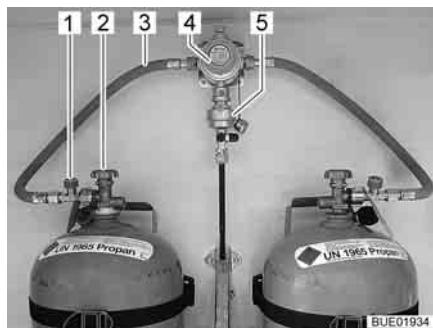
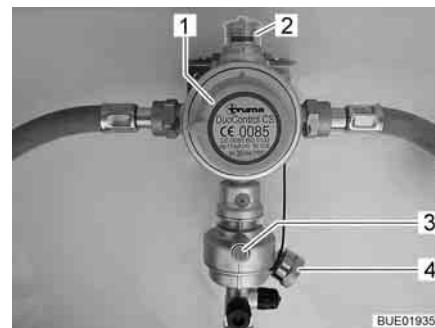

Fig. 105 Bombole del gas con DuoControl
Fig. 106 Impianto di regolazione DuoControl
L'impianto di regolazione DuoControl consiste in una valvola di commutazione (Fig. 105,4) e un sensore crash (Fig. 105,5). L'impianto di regolazione DuoControl è installato tra i tubi flessibili del gas (Fig. 105,3) con un dispositivo antirottura del tubo flessibile (Fig. 105,1). Con la manopola (Fig. 106,1) sulla valvola di commutazione è possibile stabilire quale delle bombole del gas viene utilizzata come bombola in uso e quale come bombola di riserva.
Nella finestra di controllo (Fig. 106,2) viene visualizzato lo stato del rifornimento di gas:
Il funzionamento con una sola bombola del gas è consentito, ma in questi casi il collegamento aperto deve essere assolutamente chiuso con una copertura cieca (Fig. 106,4).
Il sensore crash blocca l'alimentazione del gas in caso di forti vibrazioni (es. incidente). Il sensore crash viene azionato mediante pressione del tasto reset verde (Fig. 106,3).
Il dispositivo antirottura del tubo flessibile (Fig. 105,1) blocca il flusso di gas quando il tubo flessibile collegato si rompe. Il dispositivo antirottura del tubo flessibile deve essere attivato premendo il tasto verde.
Tramite la centralina di controllo (Fig. 107) è possibile attivare e disattivare l'alimentazione del gas tramite l'impianto di regolazione DuoControl. Le valvole principali di arresto (Fig. 105,2) delle bombole del gas e i rubinetti di arresto del gas degli apparecchi devono essere aperti manualmente.
- Con la manopola (Fig. 106,1) sulla valvola di commutazione selezionare la bombola del gas, da cui proviene la principale alimentazione del gas (bombola in uso). Girare la manopola fino all'arresto.
- Aprire le valvole principali di arresto (Fig. 105,2) delle bombole del gas.
- Premere il tasto verde del dispositivo antirottura del tubo flessibile (Fig. 105,1). Nella finestra di controllo (Fig. 106,2) viene visualizzato il simbolo verde.
- Chiudere le valvole principali di arresto (Fig. 105,2) delle bombole del gas.
Se la spia di controllo verde (Fig. 107,6) si spegne durante il funzionamento e la spia di controllo rossa (Fig. 107,5) si accende, significa che la bombola in uso è vuota e deve essere sostituita. Nella finestra di controllo (Fig. 106,2) viene visualizzato il simbolo rosso. La bombola di riserva continua ad alimentare le utenze a gas.
- Ruotare di mezzo giro la manopola (Fig. 106,1) in direzione della bombola del gas utilizzata. In questo modo questa bombola del gas ora è la bombola in uso, mentre la bombola del gas vuota diventa la bombola di riserva. Il simbolo nella finestra di controllo (Fig. 106,2) passa da rosso a verde.
- Chiudere la valvola principale di arresto (Fig. 105,2) della bombola del gas vuota. Osservare la direzione della freccia.
- Premere il tasto verde del dispositivo antirottura del tubo flessibile (Fig. 105,1).